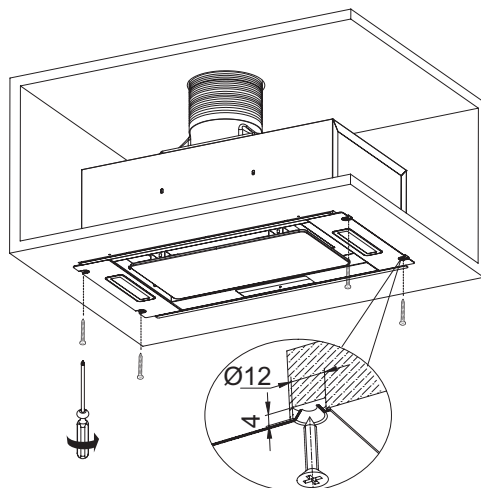

Рис. 5
4. С помощью винтов из монтажного комплекта и отвертки прикрепите вытяжку к шкафу. (Рис. 5)